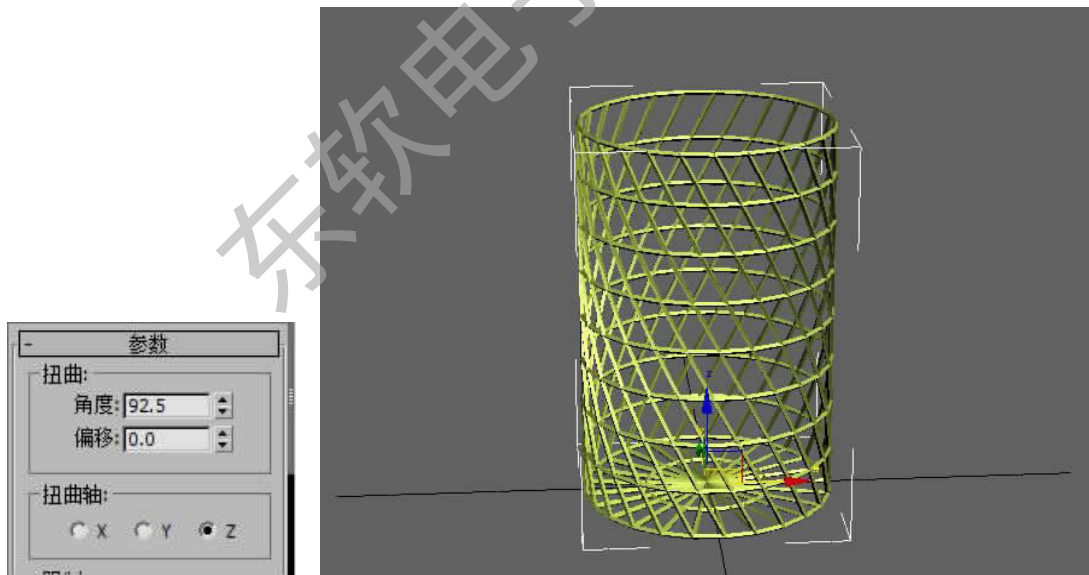

图 2-88 添加扭曲
Step 5. 在修改器面板中添加扭曲修改器,使垃圾篓产生扭曲的效果,如图 2-88 所示。